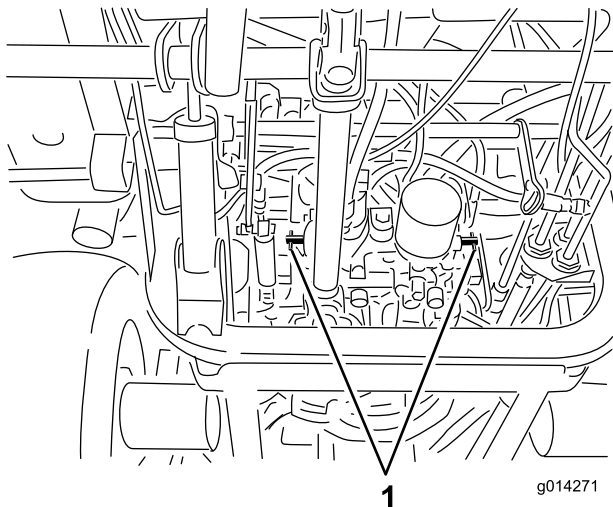

Bild 25
4. Drehen Sie jedes Sicherheitsventil eine Umdrehung nach links (Bild 25).
Drehen Sie jedes Sicherheitsventil um eine Umdrehung nach rechts und ziehen Sie sie mit der Hand fest (ungefähr auf 8 Nm) (Bild 25).